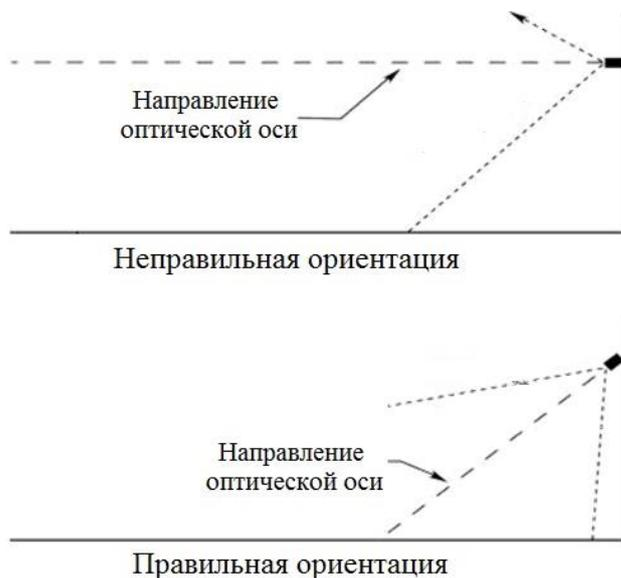

Рисунок 5 – Установка термокожуха с ИК-прожектором по отношению к горизонту
- Термокожух рекомендуется нацеливать на объект по нисходящей под углом к горизонту, по крайней мере, 10 - 20 градусов (см. рис. 5). Такая установка предотвращает скопление влаги на смотровых окнах.